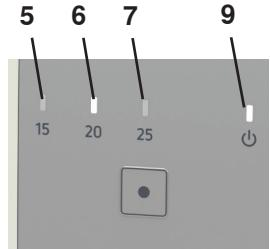

图 4
- ◆ 绿色显示灯(9, 图4)快速闪动。
- ◆ 已设好阈值的黄色灯亮起 (5, 6, 7, 图4)。
- ◆ 绿色显示灯(9, 图4)亮起
当流量大于所设的阈值时，相应的显示器(5 , 6 , 7，图4)就亮起了